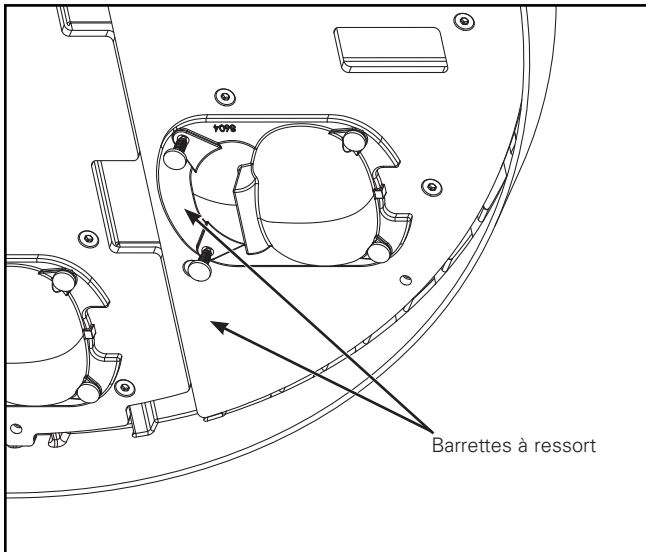

Figure 6.
1. Retirez les deux barrettes à ressort en plastique à l'arrière de l'optique (Figure 6).